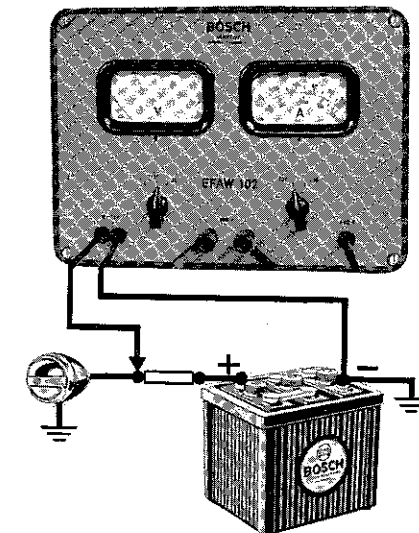

Bild 12
d) **Unterbrechung** (siehe Bild 12)